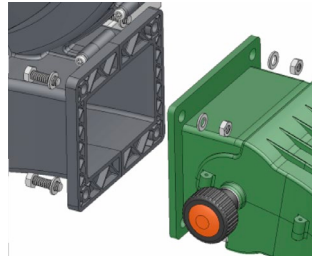

ABBILDUNG 7
2. Den Diffusor (oder ein anderes Zubehör) mit 4 Sechskantschrauben M6 UNI EN 24017, 4 Muttern M6 UNI EN 24032 und 8 Unterlegscheiben Ø6 UNI 6592 (Befestigungsteile im Lieferumfang des Diffusors) an der Ausblasöffnung befestigen. Die Schrauben mit einem Anzugsmoment von maximal 8Nm festziehen (ABBILDUNG 7);